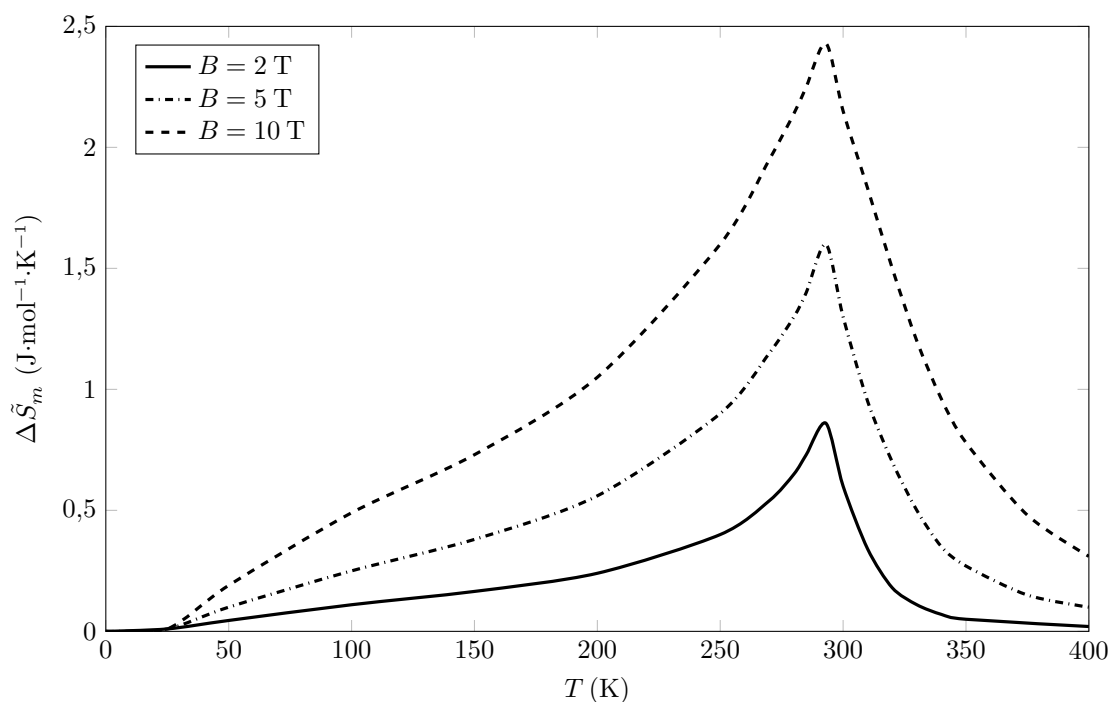

Figure 5
- Q 30. La figure 5 représente la variation d'entropie magnétique $\Delta \tilde{S}_m$ du gadolinium en fonction de la température pour trois valeurs de champs magnétiques appliqués. Quelle valeur du champ magnétique faut-il choisir pour un refroidissement important autour de la température ambiante ? Pour le gadolinium, $C_p = 36,1 \text{ J}\cdot\text{mol}^{-1}\cdot\text{K}^{-1}$. Le maximum de la courbe à 5 T est obtenu pour $T = 294 \text{ K}$.